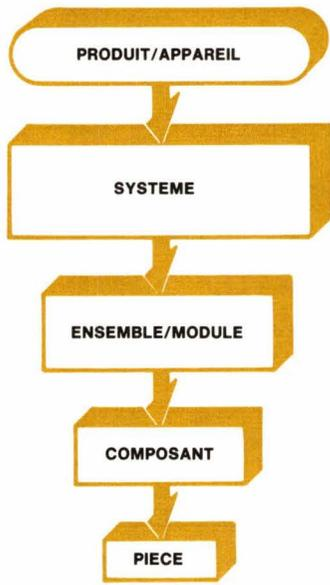

Fig. 5.
- Comment décomposer un produit ? (voir fig. 5).